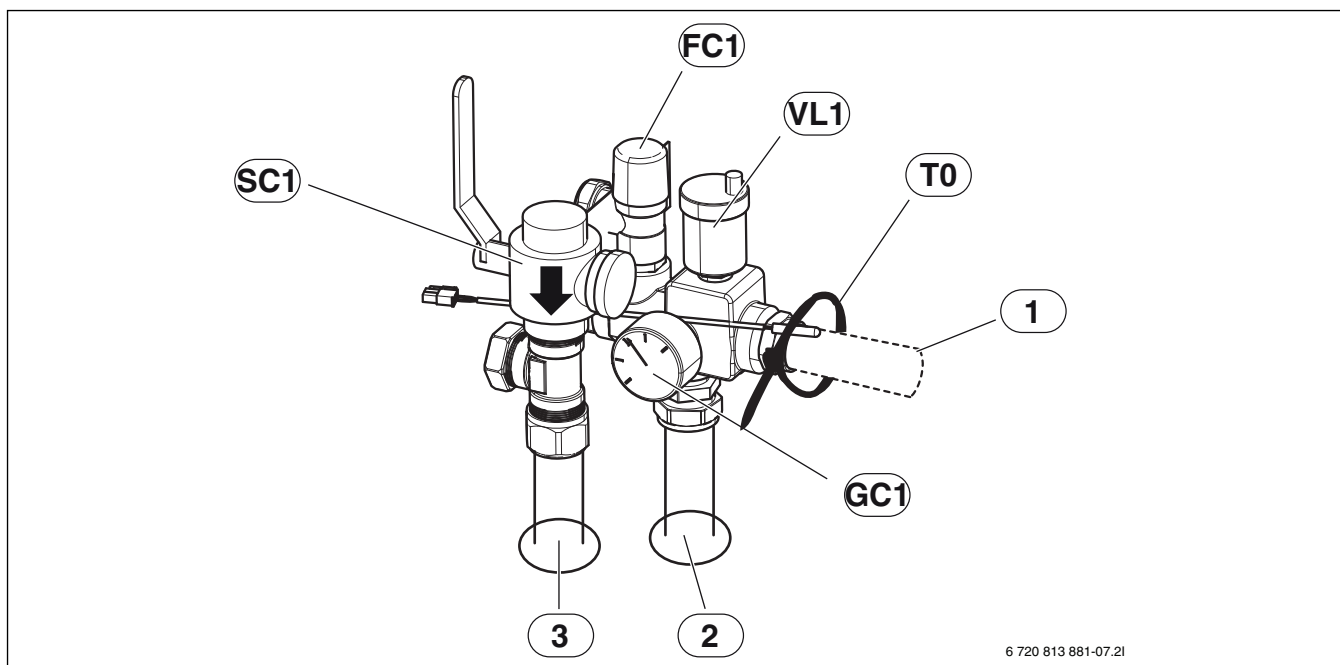

Bild 9 Montierte Sicherheitsgruppe, ohne Bypass
- ▶ Zuerst Partikelfilter ([SC1], Abb. 9) auf T-Stück montieren.
- ▶ Vorlauftemperaturfühler in Tauchhülse einführen ([T0], Abb. 9) und mit Kabelbinder befestigen.